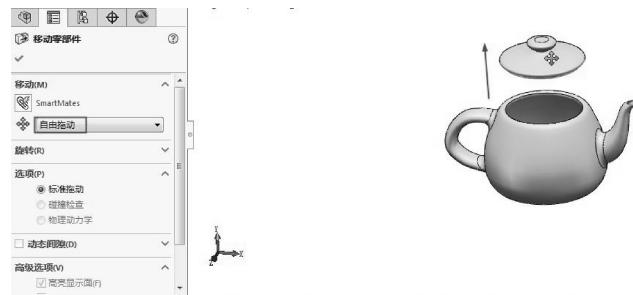

图 8-14 移动壶盖
- 09 利用【模型】窗口功能区的【装配体】选项卡的【移动零部件】命令，将壶盖向上移动一定的距离，如图 8-14 所示。